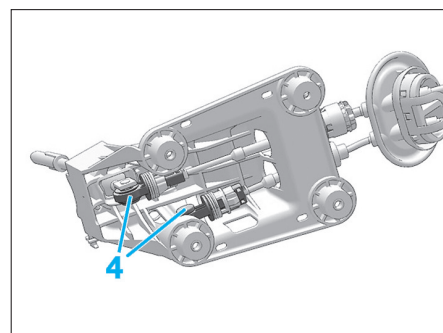

Fig. 11
- Dégager le joint d'étanchéité (2).
- Déposer les écrous (3).
- À l'aide de l'outil [1], déclipper les rotules (4) (Fig.11).